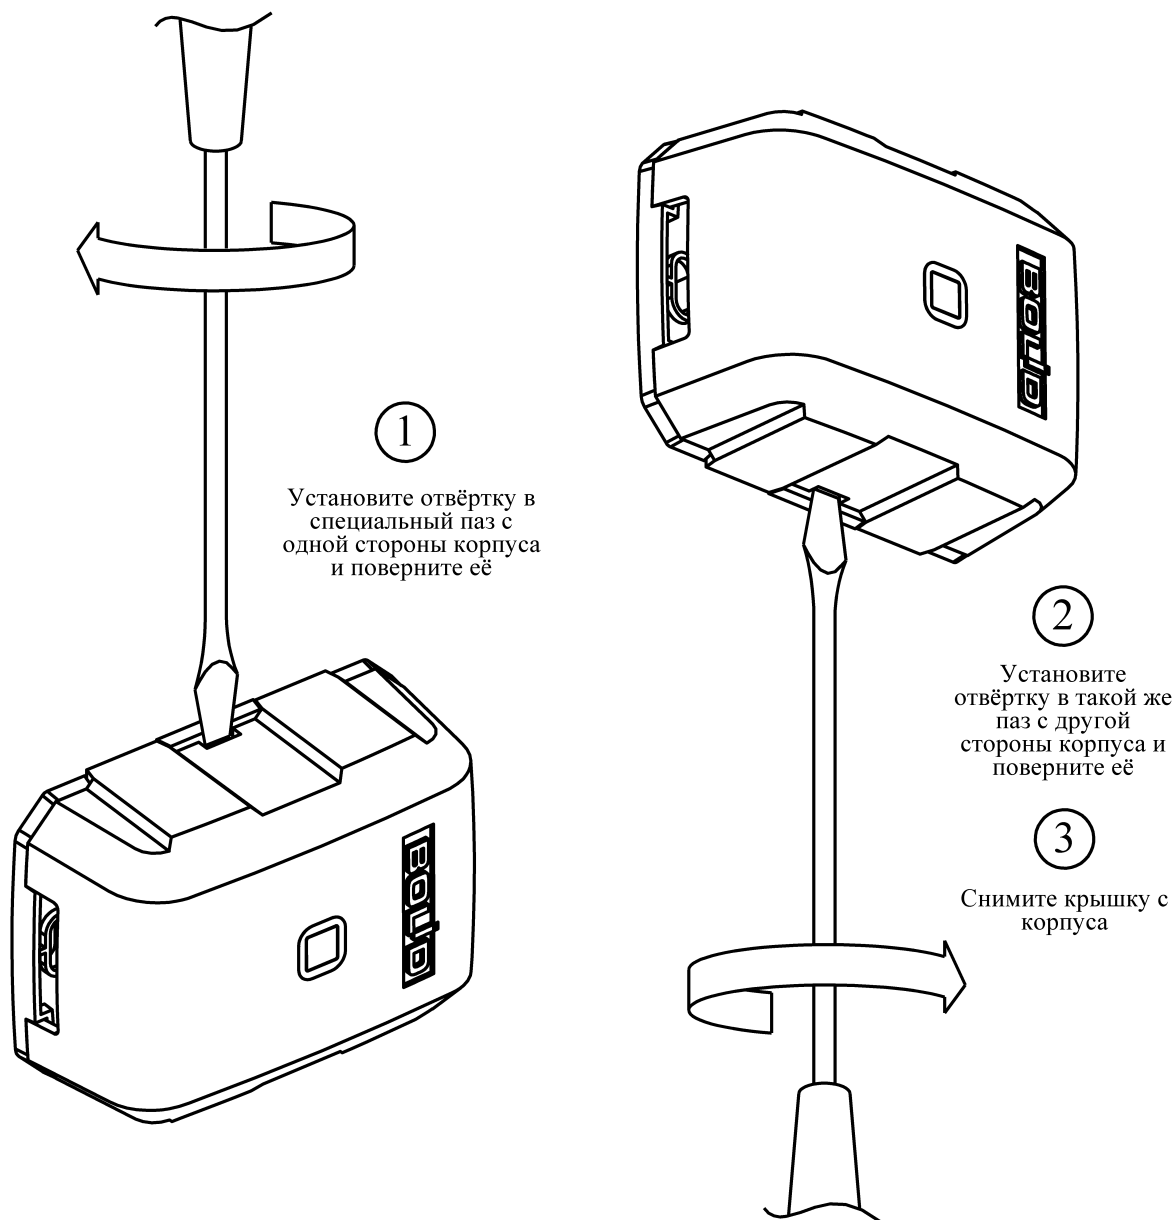

Рисунок 2.2.2 Снятие крышки АР2
- 4) снимите крышку с зацепов при помощи шлицевой отвёртки (см. рис. 2.2.2), для удобного открытия рекомендуется использовать отвёртку с широким шлицем;